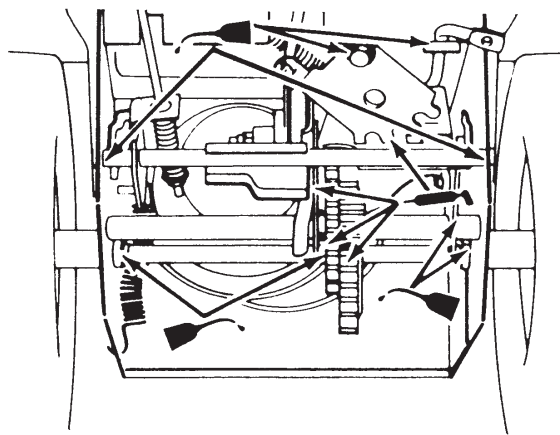

Figure 28
6. Lubrifiez légèrement la déneigeuse avec de l'huile légère comme illustré à la Figure 28.
8. Graissez la déneigeuse comme illustré à la Figure 28.